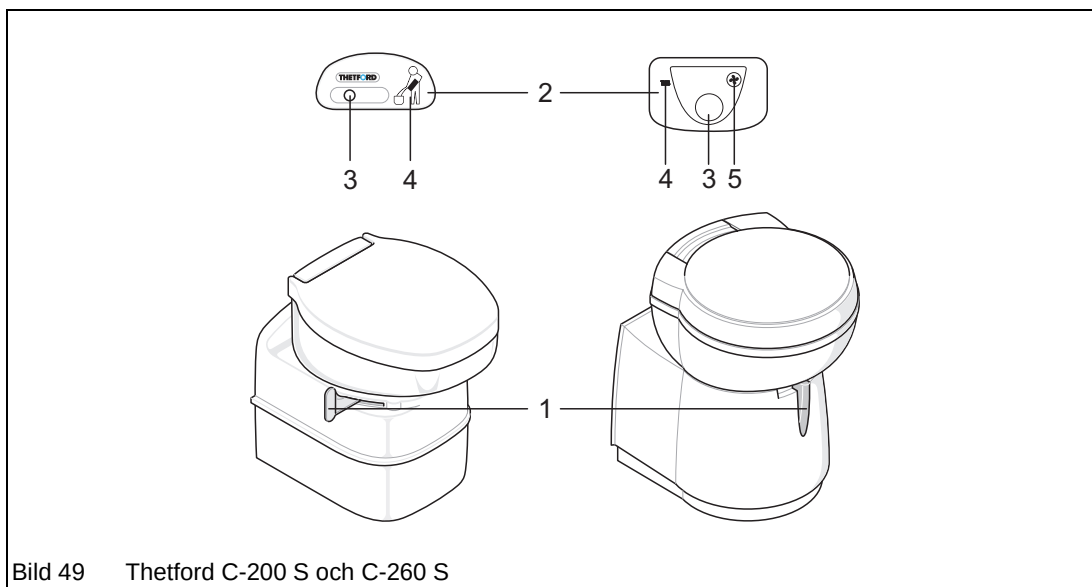

Bild 49 Thetford C-200 S och C-260 S
- ➔ Före spolning, öppna skjutspjället med hjälp av spaken (Bild 49/1).
- ➔ Tryck en gång på spolknappen (Bild 49/3) för att aktivera panelen.
- ➔ För spaken (Bild 49/1) åt sidan om skjutspjället fortfarande är stängt
- ➔ För att spola, tryck på spolknappen (Bild 49/3) flera sekunder (eventuellt måste manöverpanelen (Bild 49/2) aktiveras på nytt).
- ➔ Efter spolning, stäng skjutspjället med spaken (Bild 49/1).
Septiktanken (Bild 50/1) har plats för ca 17 l och måste tömmas senast då nivåindikatorn (Bild 49/4) tänds. Låt inte septiktanken bli alltför full.
Septiktanken (Bild 51/1) har plats för 18l och måste tömmas senast då nivåindikatorn (Bild 49/4) tänds. Låt inte septiktanken bli alltför full.
- ➔ Stäng skjutspjället (Bild 49/1) i toaletten.